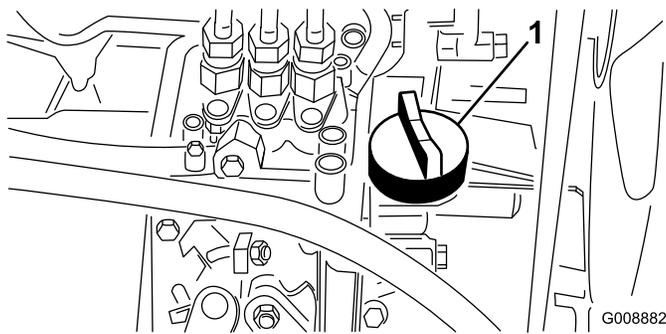

図 38
4. 不足していれば補給口キャップ 図 38 をとり、ディップスティックのFull位置まで少量ずつオイルを補給する。補給中、ディップスティックで何度か油量を確認しながら入れること。